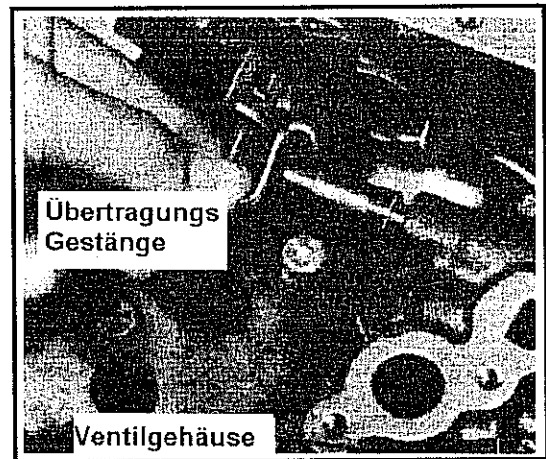

Abb. 10-154 S-förmiger Haken am Übertragungs-gestänge zum Wählschieber
- Das Ventilgehäuse montieren. Den Übertragungsmechanismus vom Wählschieber an den innen liegenden Umlenkhebel der Umlenkwellen anschließen. Die Klemmbefestigung der Umlenkwellen anbringen. Die Befestigungsschrauben gleichmäßig über den gesamten Bereich des Ventilgehäuses in mehreren Schritten anziehen. Beim letzten Durchgang auf 18 Nm anziehen. Hierbei die Schraube zum Befestigen der Blattfeder mit Stahlrolle im Eingriff mit der Stufenscheibe an der Umlenkwellen lose belassen. Siehe Abb. 10-154.